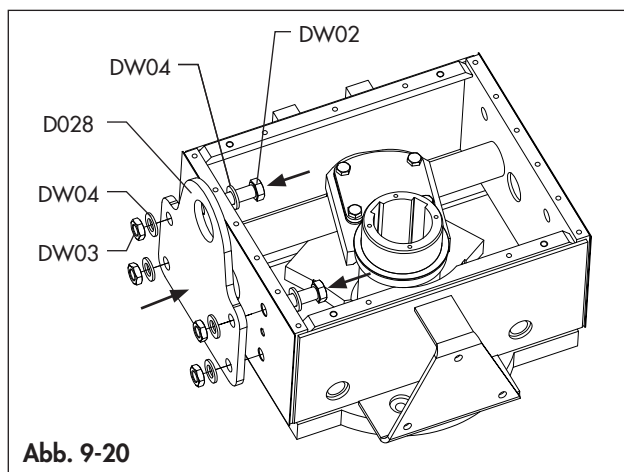

Abb. 9-20
- Bei DOPPELTWIRKENDEN Stellantrieben setzen Sie den Flansch (D028) auf und drehen die Schrauben (DW02) zusammen mit den Unterlegscheiben (DW04) und Muttern (DW03) ein, nachdem Sie Gewindekleber Loxal 83•21 oder ein gleichwertiges Mittel aufgetragen haben. (Abb. 9-20)